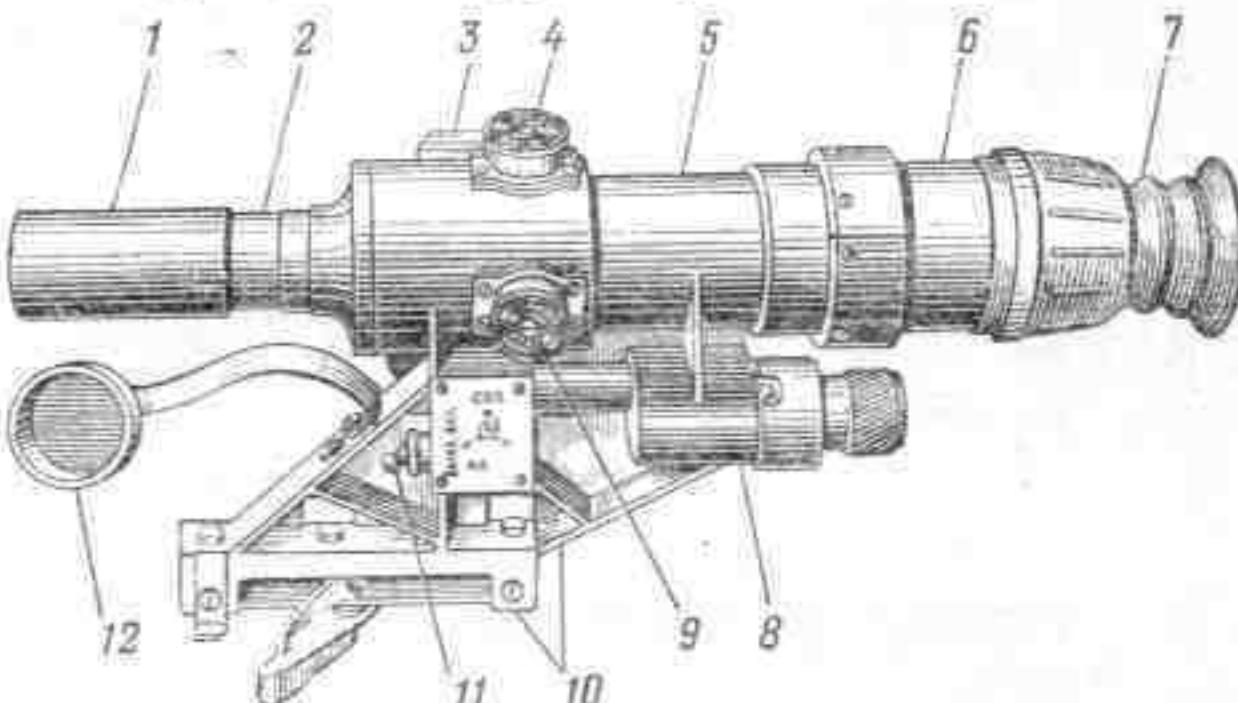

Рис. 47. Прицел СПП:
**22. Стрелковый пулеметный прицел (СПП) (рис. 47)** является основным прицелом пуле-